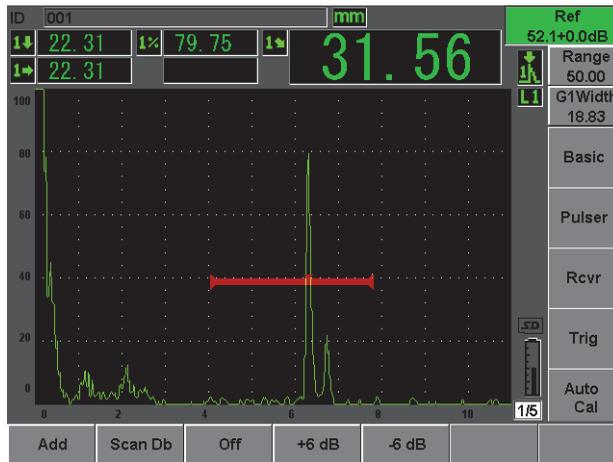

Figura 2-18 Configurando o ganho de referência
4. Configure a sensibilidade ao capturar o furo ou a rachadura na porta 1, conduzindo a indicação para 80% da altura da tela usando (**AUTO XX%**) e, em seguida, configure o ganho de referência pressionando **[2ND F] (REF dB)** [veja Figura 2-18 na página 54].